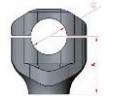

Fig. 1
3. Monte las torretas de manillar LSL de acuerdo con las especificaciones del diagrama siguiente (Fig. 1), todas las demás piezas previamente desmontadas de acuerdo con las especificaciones del fabricante del vehículo